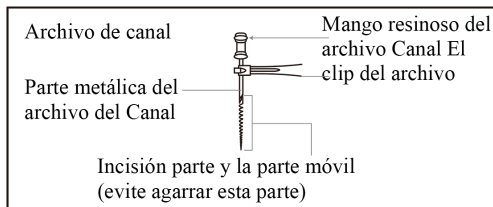

Imagen 21
a) Cuando agarre el conducto radicular con una lima de aguja, agarre la parte superior del metal parte (cerca del conducto radicular en el mango de la aguja). Si agarra la parte inferior (cuchilla o parte móvil), desgastará la parte metálica de la carpeta de archivos y la parte de resina. [Imagen 21]